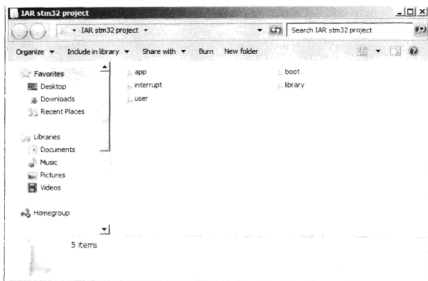

图 6.1.1 建立 IAR stm32 project 目录
① 新建一个文件夹,命名为 IAR stm32 project,并在此文件夹内建立 5 个文件夹,分别命名为 boot、library、user、app、interrupt,如图 6.1.1 所示。
② 解压 stm32f10x_fw_archive.rar 后,得到的文件夹里按照路径“\stm32f10x_fw_archive\Archive”,找到 um0427.rar 并将其解压得到 um0427 文件夹。